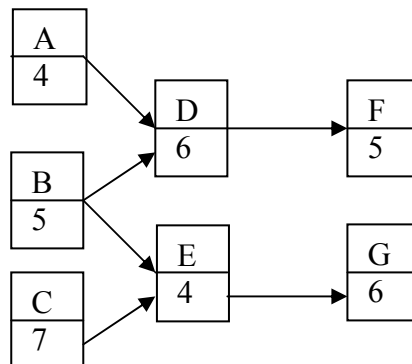

Рис. 7
2. За даними табл. 6 та сіткового графіка, наведеного на рис. 7, розрахувати для кожної тривалості проекту: прямі та загальні витрати на проект, якщо непрямі витрати при відповідній тривалості проекту становлять 1500 грн (17 днів), 1400 грн (16 днів), 1300 грн (15 днів), 1200 грн (14 днів), 1100 грн (13 днів), 1000 грн (12 днів).